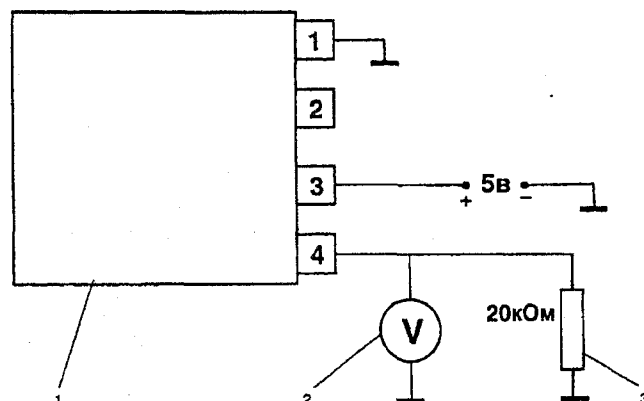

Рис. 6.41. Схема проверки датчика абсолютного давления: 1 – датчик абсолютного давления и температуры воздуха; 2 – вольтметр; 3 – резистор
- включить датчик, как показано на схеме (рис. 6.41);